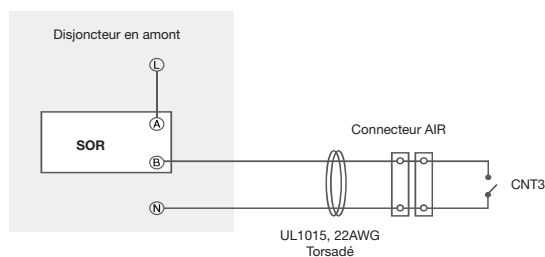

Figure 22. Circuit de commande
- 1) Raccorder les fils UL1015 22AWG 105 °C 600 V de la carte du capteur au disjoncteur en amont. Voir la figure 22.